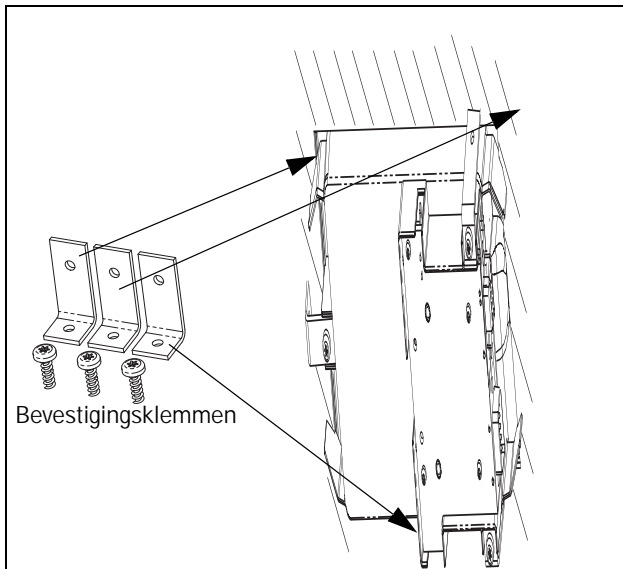

Fig. 4 Monteer het frame met de bevestigingsklemmen..
3. Bevestig het frame in de kastdeur vanaf de binnenkant met de drie bevestigingsklemmen en schroeven overeenkomstig Fig. 4.